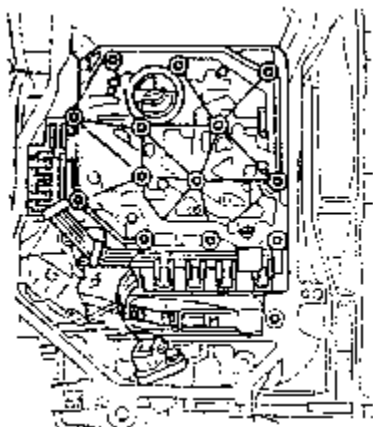

图 7-67 拆下阀体
- 4) 拆下油底壳和 ATF 过滤网。拆下带扁平线束的阀体，如图 7-67 所示。